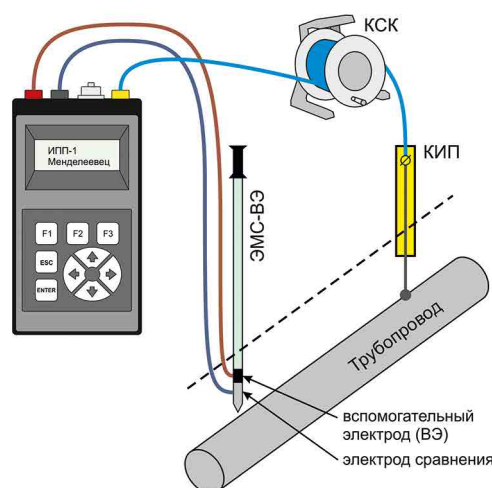

Рисунок 2
- в любом месте при использовании переносного медно-сульфатного электрода сравнения со вспомогательным электродом марки ЭМС-ВЭ «Менделеевец» (рисунок 2).